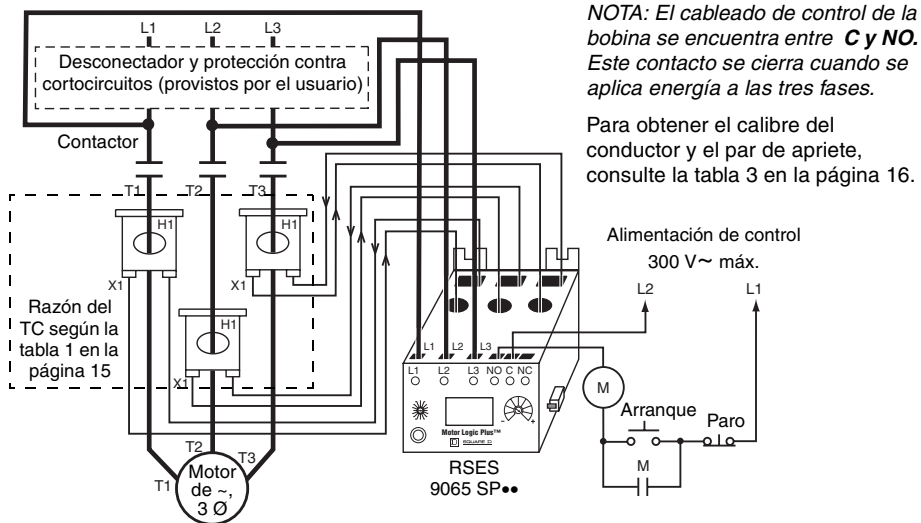

Figura 4: Cableado con transformadores de corriente (SP4•, SP5• y SP6• solamente)
- Si utilizan transformadores de corriente (TC), consulte la figura 4, en la página 18.
Se necesitan transformadores de corriente externos (TC) para motores con corriente a plena carga mayor que 90 A (figura 4).